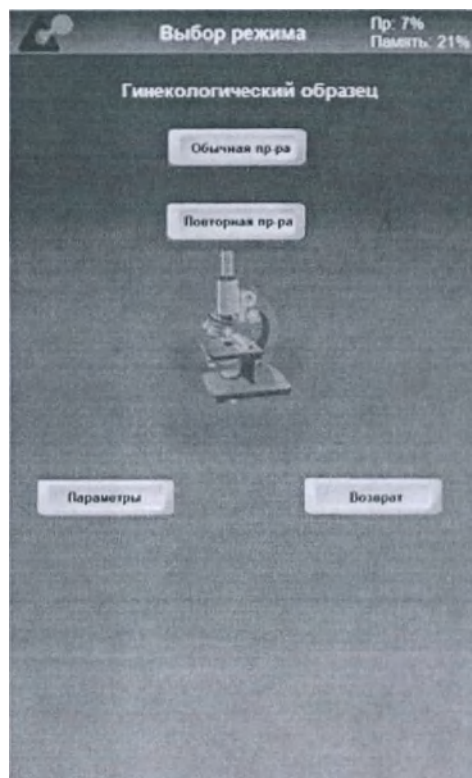

Рисунок 13 – Экран постановки
3) На экране постановки для обычной процедуры окрашивания выбрать [Обычная процедура]; для повторного запуска процедуры окрашивания с установленными параметрами с последнего момента запуска выбрать [Повторная процедура] (Рисунок 13).